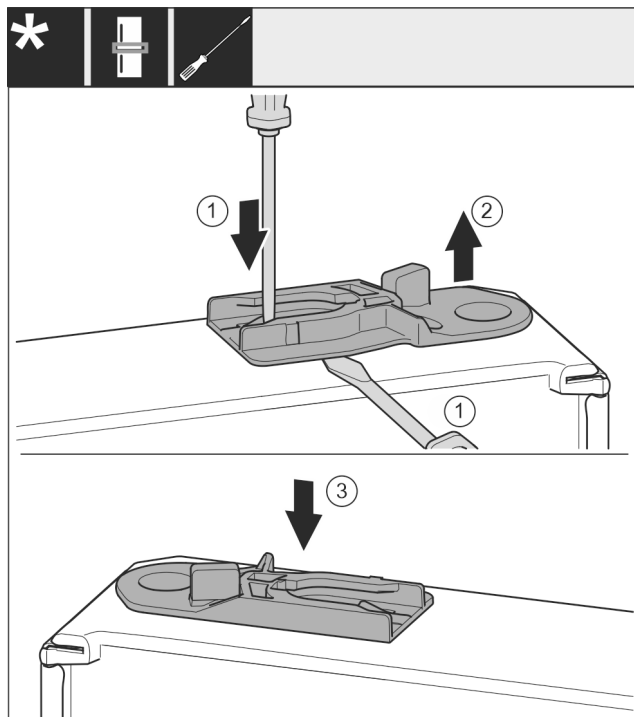

Fig. 38 \*
- ▶ Vytiahnite vodiace puzdro: plochým skrutkovačom zatlačte strmeň a súčasne plochý skrutkovač zasuňte pod vodiace puzdro. Fig. 38 (1, 2)\*
- ▶ Vodiace puzdro, ktoré je súčasťou dodávky, zasuňte na druhej strane telesa. Fig. 38 (3)\*